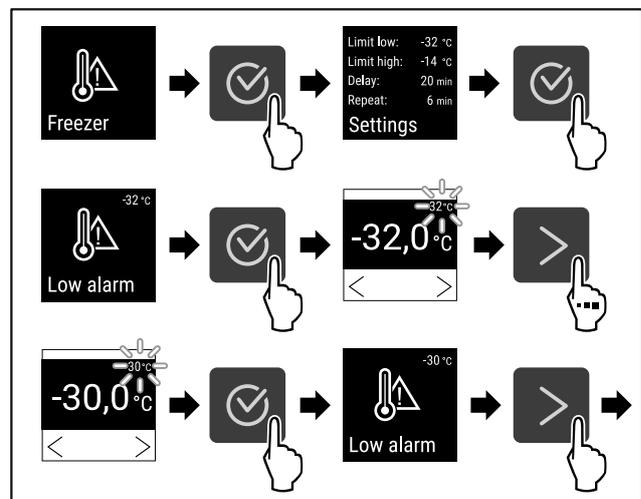

Fig. 131
- ▶ Handlungsschritte (siehe Fig. 131) durchführen.